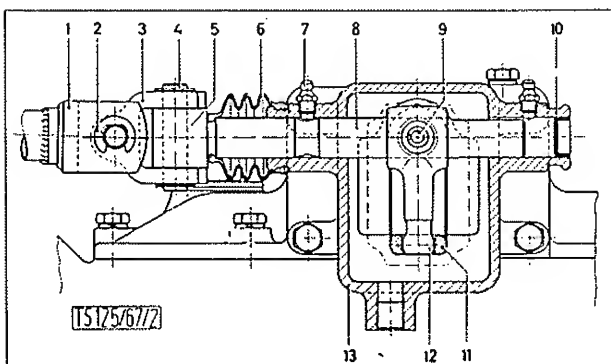

BILD 28: Führungsgehäuse
3. Die Gelenkgabel für die Schubstange des Führungsgehäuses (Bild 28) auf die gleiche Art montieren (es entfällt allerdings das Zwischenstück).